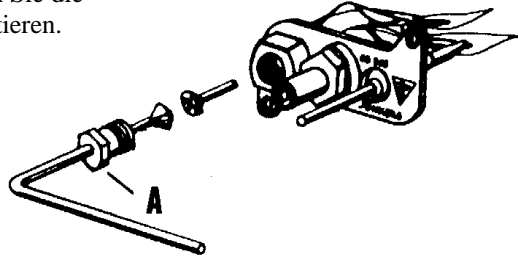

Fig. 4
Die Spannmutter (A) der Zündflammenleitung losdrehen und die Leitung aus dem Zündflammenbrenner ziehen. (Fig. 4). Sie müssen die montierte Einspritzdüse kontrollieren und, wenn notwendig, gegen eine neue auswechseln. Kontrollieren Sie die Kodenummer (siehe technische Daten). Darauf müssen Sie die Zündflammenleitung wieder montieren.
Loosen the tightening nut (A) of the bypass flame pipe and pull the pipe out of the bypass flame burner (Fig. 4). Check the nozzle and if necessary, replace it by a new one. Check the code number (see technical data). Subsequently, reinstall the bypass flame pipe.